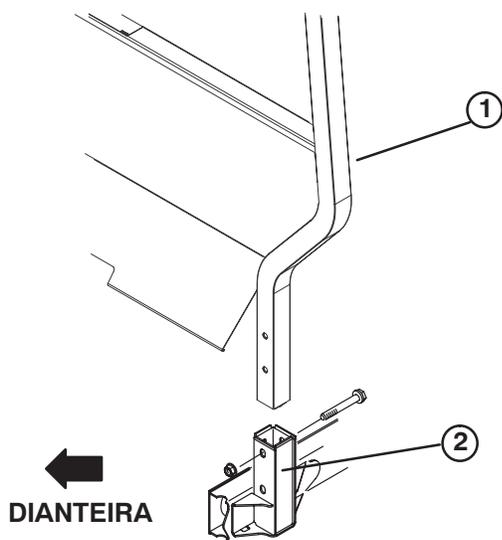

Figura 6
1. Introduza cada um dos lados do ROPS no suporte de montagem em ambos os lados do chassi do veículo, colocando o ROPS como indicado na figura 6.